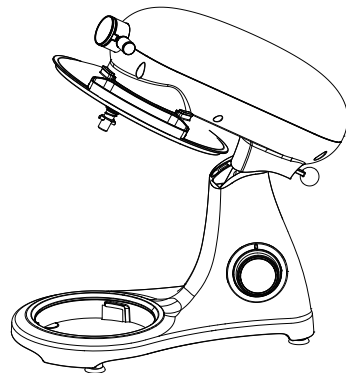

Fig 2
2. 올라간 상단부에 용기 뚜껑을 Fig 2와 같이 정확히 체결해 주시기 바랍니다.